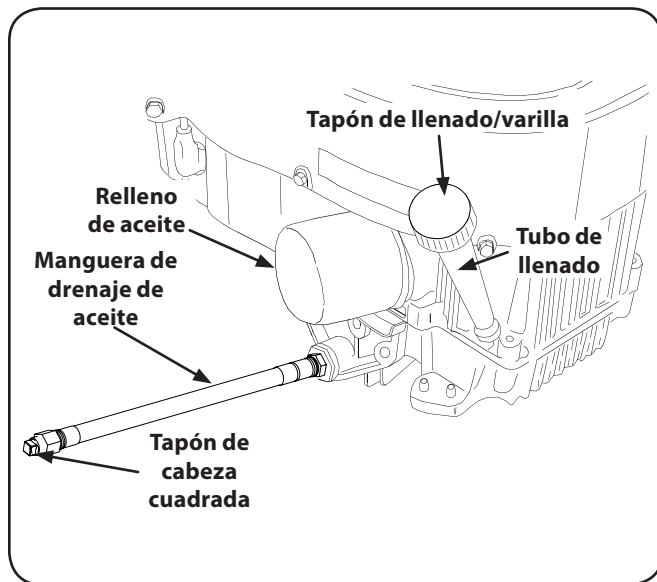

Figura 6-1
2. Localice la válvula de drenaje de aceite en el lado derecho del motor. Vea la Figura 6-1.
4. Mientras sujeta el extremo libre de la manguera de drenaje de aceite en el depósito de recogida de aceite, desenroscar el tapón de la manguera de cabeza cuadrada en el extremo de la manguera. Vea la Figura 6-1. Escorrir el aceite de motor en el contenedor de recogida.